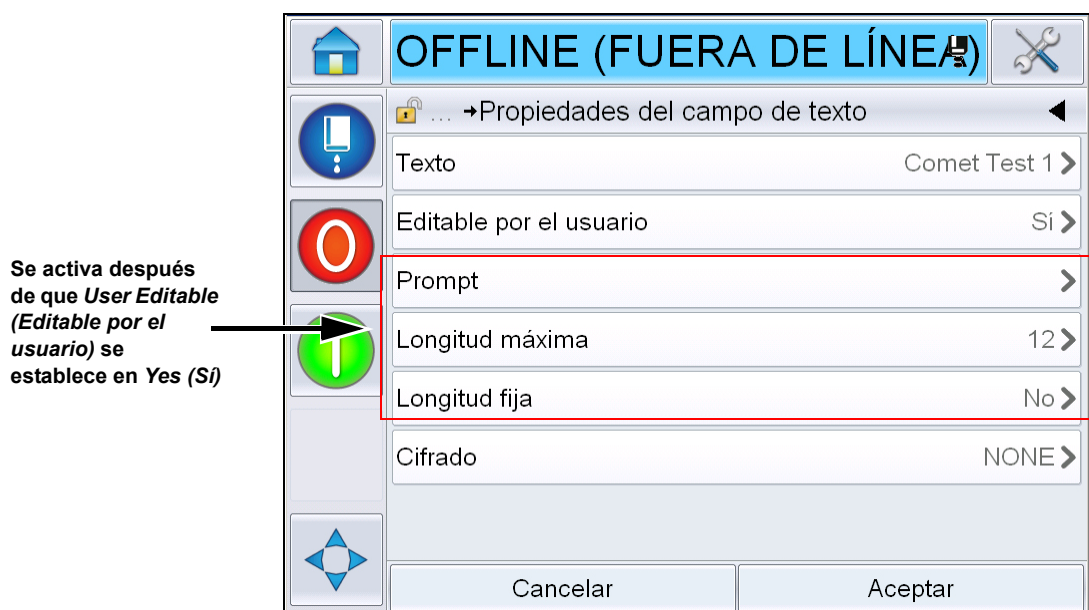

Figura 5-56: Pantalla de propiedades del campo de texto adicionales
- 3 Toque *User Editable* (*Editable por el usuario*) y seleccione *Yes* (*Si*). Aparece una lista de campos adicionales (consulte la Figura 5-56).